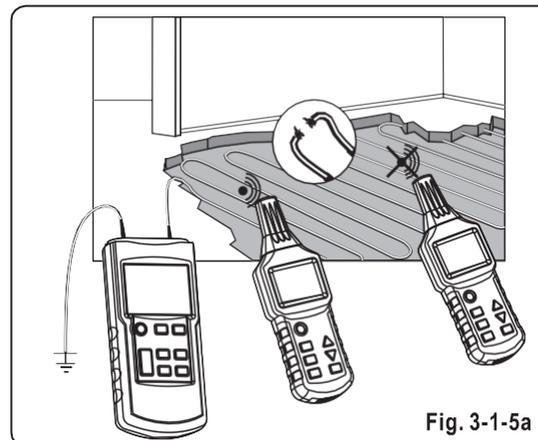

Fig. 3-1-5a
- Tutte le linee non utilizzate devono essere collegate alla massa ausiliaria come mostrato in Fig. 3-1-5a.